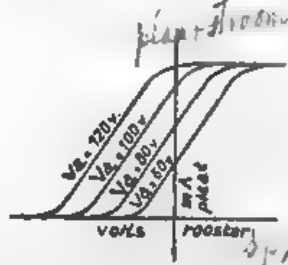

Fig. 32. Een karakteristiek-bundel, waarvan elke kromme bij een bepaalde plaatsspanning V_b behoort.
W. — Zeker niet! Als bijvoorbeeld de plaatspanning hooger is, roept de anode de electronen krachtiger tot zich en is bijgevolg, voor dezelfde rooster-spanning, de plaatstroom sterker. Men kan zoo een karakteristiek teekenen voor iedere plaatspanning en op die manier verkrijgen we een heelen bundel van karakteristieken (fig. 32).